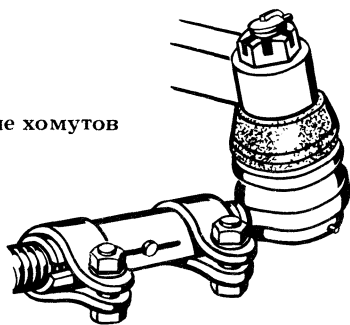

Рис. 140. Положение хомутов
- после окончания регулировки повернуть хомуты в положение, указанное на рис. 140, затянуть стяжные болты хомутов моментом 1,5–1,8 даН·мм (1,5–1,8 кгс·м).